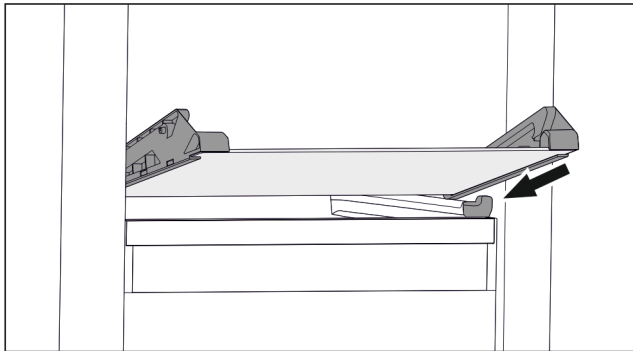

Fig. 71 Glassplate på nedvippt skuff
- ▶ Sett glassplaten på skrå bak stopperne. (se Fig. 71)